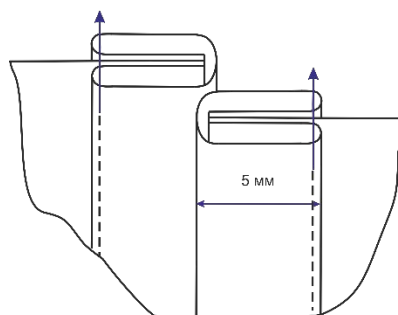

Рис. 3
12. Окантуйте срез шлицы косой бейкой (Рис. 3) или застрочите швом в подгибку с закрытым срезом шириной шва 3-4 мм.